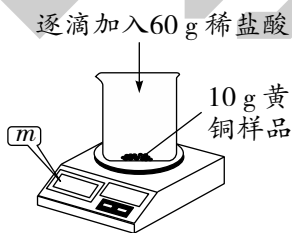

图1
9. 小栋为测定某黄铜(铜锌合金)中各部分的含量,将盛有 10 g 黄铜样品的烧杯置于电子天平上,再进行了如图 1 所示的实验,反应过程中天平示数与反应时间的关系如图 2 所示。